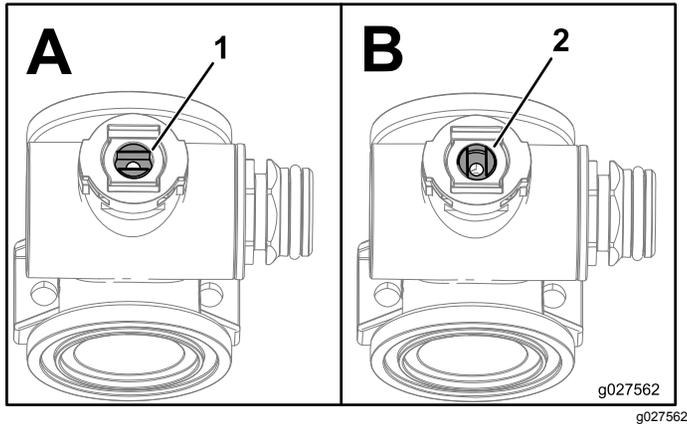

図 115
- バルブステムアセンブリを「閉」にセットする 図 115。